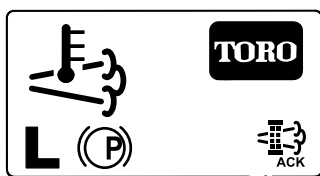

Рисунок 67
8. В ходе процесса регенерации дисплей инфо-центра показывает главный экран и в правом нижнем углу экрана отображается значок подтверждения регенерации (Рисунок 67).